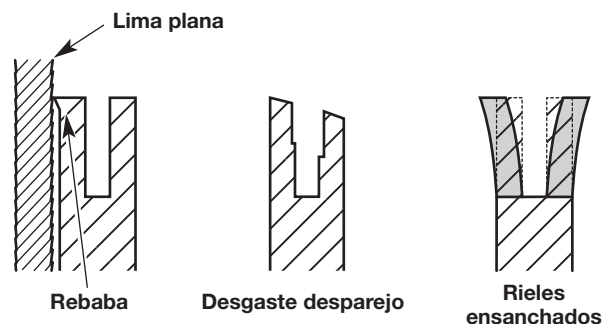

Fig. 23
3. Controle frecuentemente si hay daño en la barra de guía (Fig. 23). El biselado y desbarbado de los carriles de la barra de guía (los rebordes a ambos lados de la canaleta de la barra) es un proceso normal del desgaste de la barra. Estas fallas deben corregirse con una lima tan pronto ocurren (Fig. 23). Una barra de guía con las fallas siguientes debe ser reemplazada: